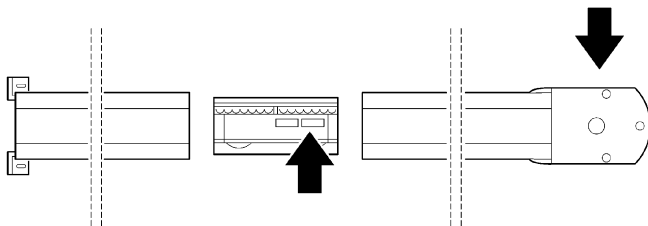

Figura 16
**4** Oriente el carro inferior tal como en la figura 16.